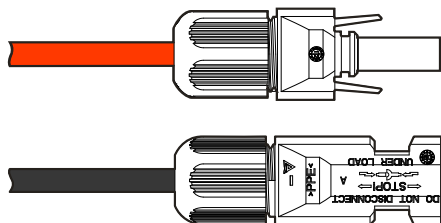

Figure3-20 Serrer les écrous d'étanchéité
- Etape 4 Serrez les écrous d'étanchéité du connecteur positif et du connecteur négatif sur les croûtes d'isolation correspondantes, comme indiqué à la Figure 3-20.